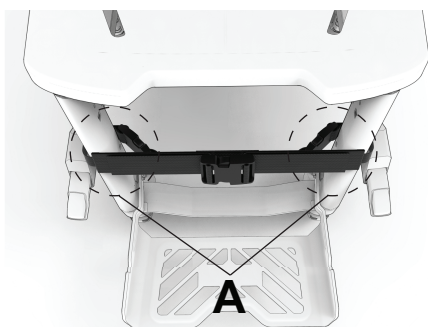

Figura 28 – Ligue as fivelas de libertação lateral
1. Enrole as correias à volta das pernas dianteiras da cadeira e ligue as fivelas de libertação lateral (A) (Figura 28).